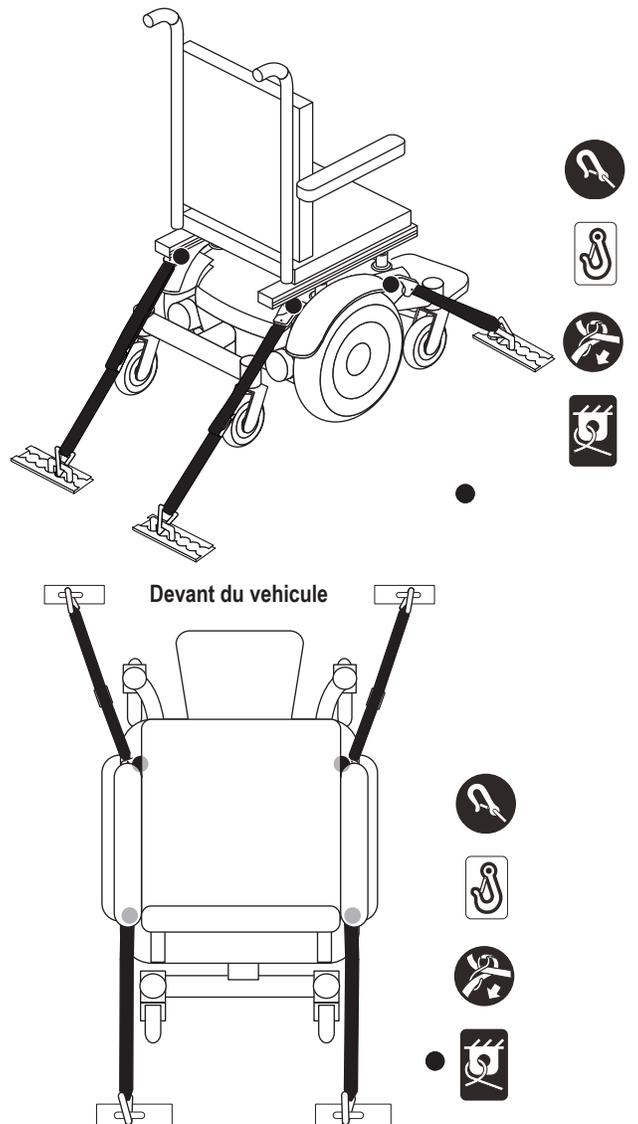

Figure 13. Points d'ancrage pour fauteuil motorisé non occupé
- Positionnez les points d'ancrage arrière des courroies directement derrière le fauteuil motorisé. Les points d'ancrage avant sont disposés plus loin de chaque côté du fauteuil motorisé afin d'augmenter la stabilité latérale. **Voir la figure 13.**